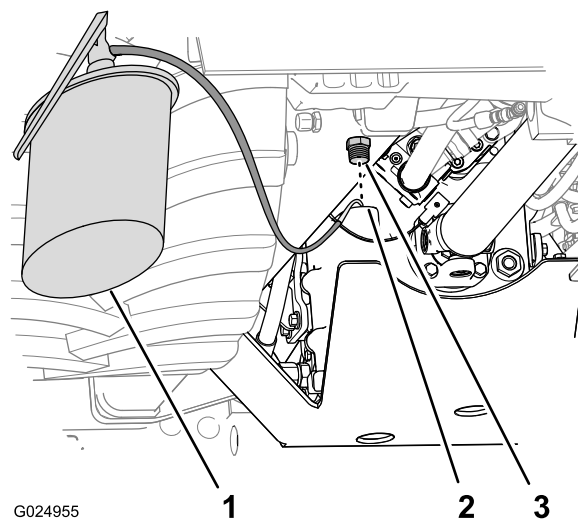

Figura 96
4. Adicione o óleo especificado na transmissão pelo orifício de abastecimento (Figura 96).